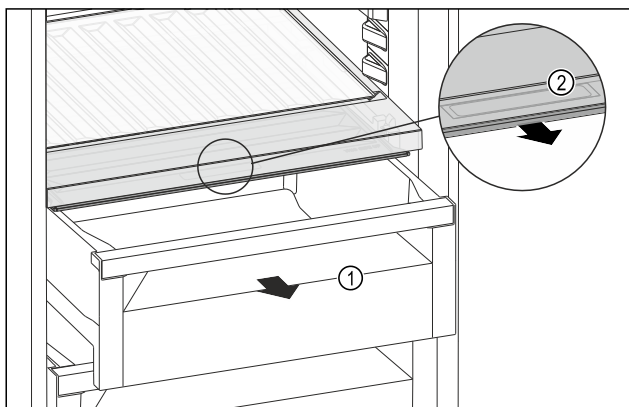

Fig. 189
- Træk skuffen Fig. 189 (1) ud.
- Tag fat i grebsforsænkningen Fig. 189 (2) i bokslåget, og træk samtidigt bokslåget frem.